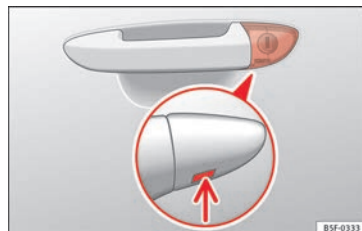

Bild 3 Förardörrs handtag: Dolda låscylindrar.
- Sätt i nyckelbladet i den nedre öppningen på förardörrhandtags lock » **bild 3** (se pilen) och ta sedan bort locket uppåt.